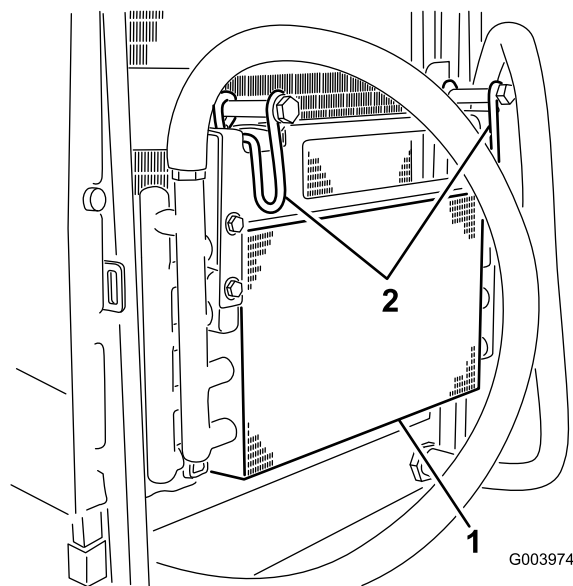

Figura 65
5. Articule os trincos para dentro para libertar o arrefecedor do óleo (Figura 65).